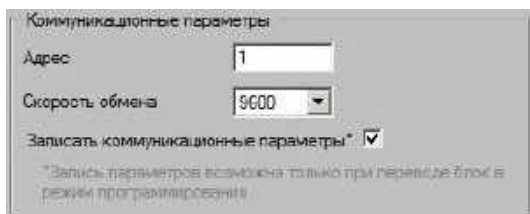

Рисунок 8.8 – Коммуникационные параметры
8.9 Для изменения адреса и скорости блока необходимо в поле **«Адрес»** и **«Скорость обмена»** ввести новые параметры и подтвердить, поставив галочку в поле **«Записать коммуникационные параметры»** (рисунок 8.8).